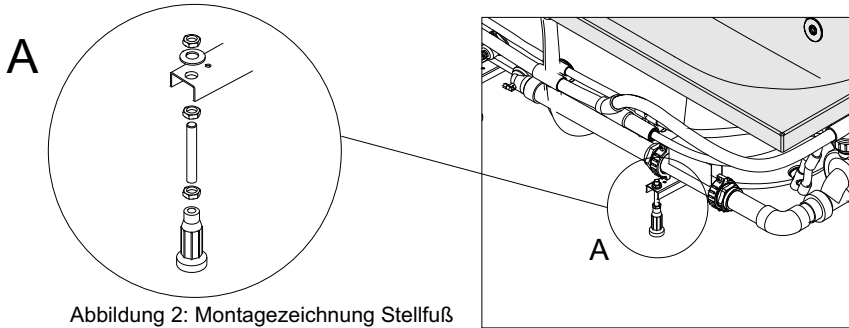

Abbildung 2: Montagezeichnung Stellfuß
- Zum Lieferumfang der Wanne gehören ein Metalltragrahmen und 4 Stellfüße. Die 4 Stellfüße werden abhängig von der Verpackungsart lose mitgeliefert. Falls erforderlich, müssen die 4 Stellfüße montiert werden (siehe Abbildung 2: Montagezeichnung Stellfuß). Stellen Sie die Wanne mithilfe der Stellfüße waagrecht und in der richtigen Höhe auf und vergessen Sie nicht, die Gegenmuttern festzuziehen. Prüfen sie, ob alle Stellfüße gut auf dem Fußboden ruhen.